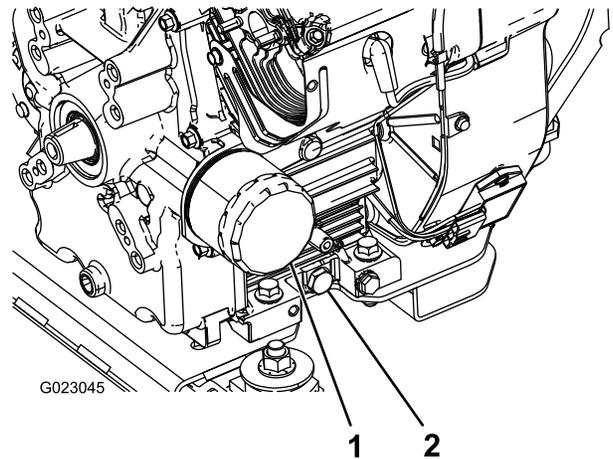

図 43
5. ドレンプラグを抜く 図 43。
2. オイルフィルタを外す 図 43。
5. アダプタに新しいフィルタを取り付ける。ガスケットがアダプタに当たるまで手でねじ込み、そこから更に 1/2 回転増し締めする 図 43。